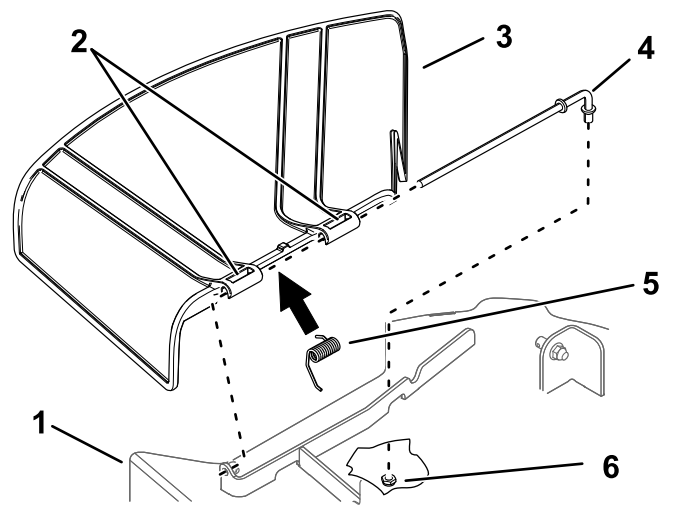

Bild 78
1. Nehmen Sie die Mutter (3/8") aus der Stange unter dem Mähwerk ab (Bild 78).
2. Schieben Sie die Stange aus der Mähwerkhalterung, der Feder und dem Ablenklech (Bild 78).
4. Montieren Sie das neue Ablenklech (Bild 78).
7. Schieben Sie die Stange durch den zweiten Drehzapfen am Grasablenklech (Bild 78).
9. Befestigen Sie das hintere Stangenende mit einer Mutter (3/8") am Mähwerk, wie in Bild 78 abgebildet.